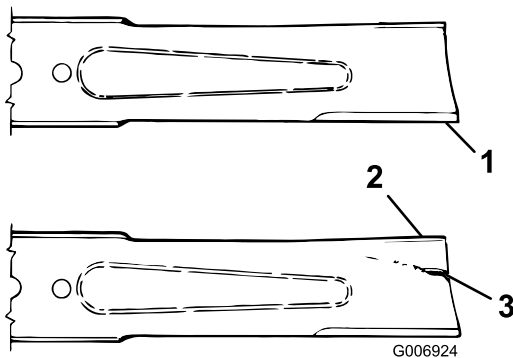

Figura 67
reunión entre la parte plana y la parte curva de la cuchilla (Figura 67).
4. Si se aprecia desgaste (Figura 67), cambie la cuchilla; consulte Mantenimiento del plano de la cuchilla (página 59).
Si se permite que la cuchilla se desgaste, se formará una hendidura entre la vela y la parte plana de la cuchilla (Figura 67). Con el tiempo, una parte de la cuchilla puede desprenderse y ser arrojada desde debajo de la carcasa, posiblemente causando lesiones graves a usted o a otra persona.